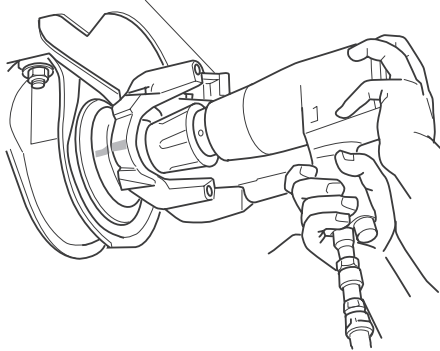

Figura 9.5
1. Retire la tuerca del eje de acoplamiento. Descarte la tuerca. Inspeccione la arandela del yugo. Usted puede reutilizar la arandela, si no está dañada. Figura 9.5.